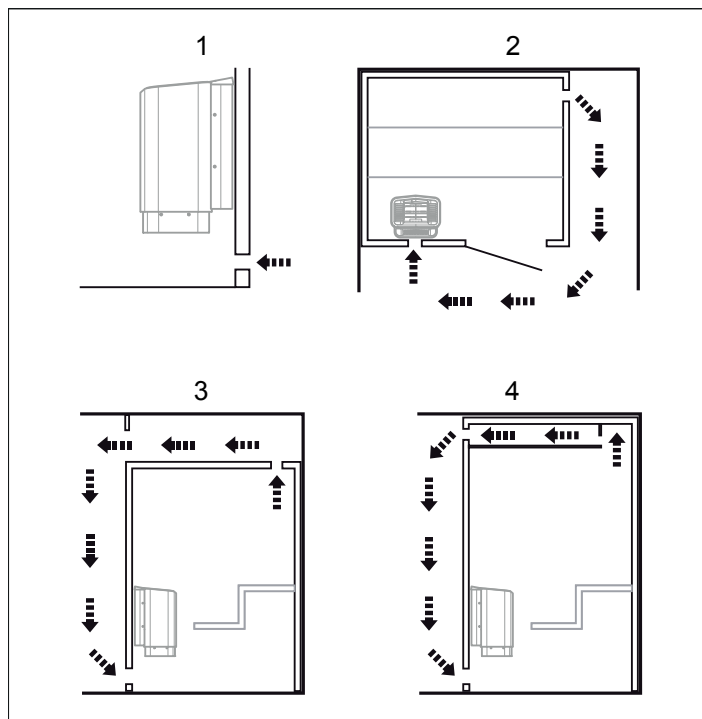

Рисунок 9: Позиционирование впускного и выпускного вентиляционного воздушного канала
- на максимальном расстоянии до впускного вентиляционного канала, например, по диагонали (см. Рисунок 9).
- высоко на стене или на потолке (см. Рисунок 9).